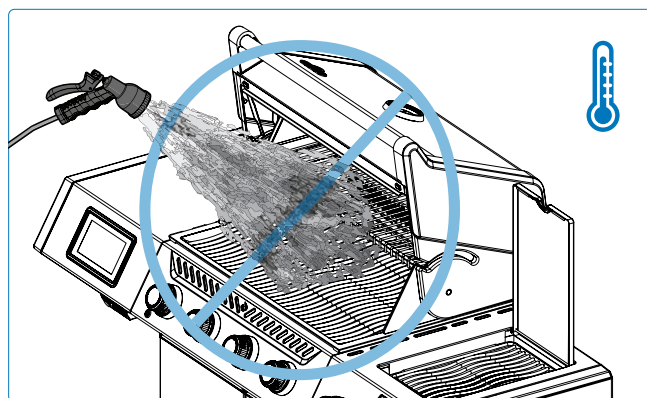

Fig. 16
1. Nunca apague una llama ni controle llamaradas con agua (**Fig. 16**).